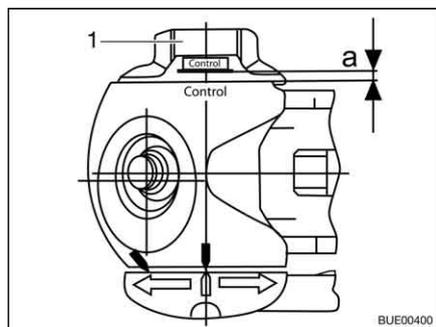

Bild 206 Verschleißkontrolle
- Handrad (Bild 206, 1) zudrehen, bis die Drehmomentbegrenzung hörbar und spürbar durchratscht. Drehrichtung: im Uhrzeigersinn.
- Abstand $a > 0$ (Bild 206): Verschleiß innerhalb des zulässigen Bereiches.